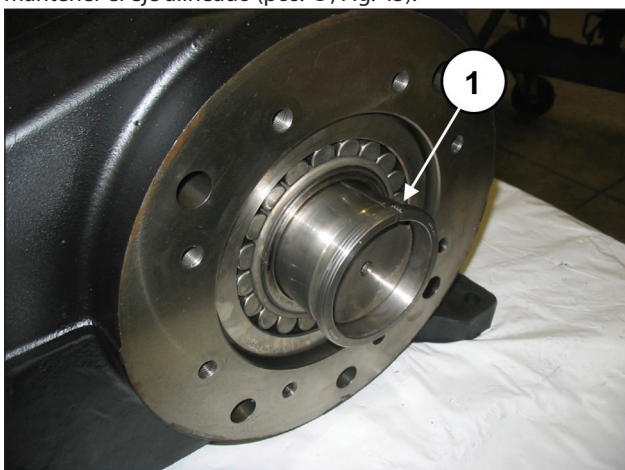

Fig. 45
Introducir el casquillo de presión de manera manual para mantener el eje alineado (pos. ①, Fig. 45).